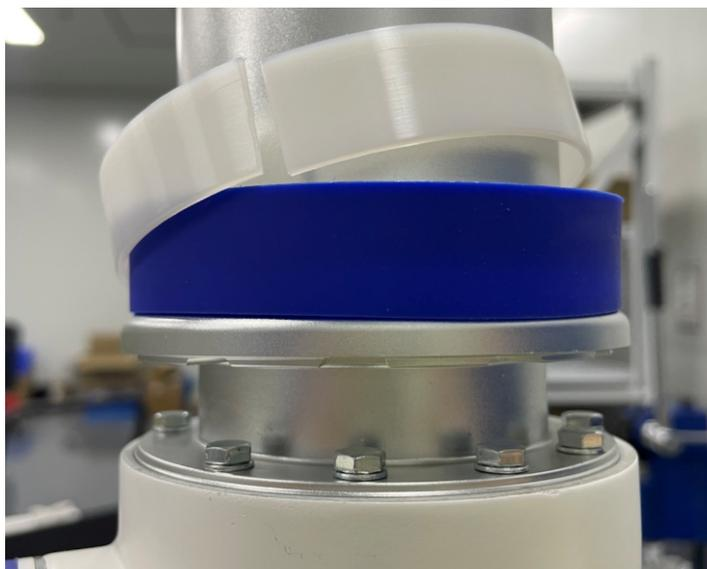

图 3-10: 取下上臂橡胶环和支撑环
4. 轻轻取下橡胶环，并将其环绕在上臂上，取下支撑环，如图 3-10所示；